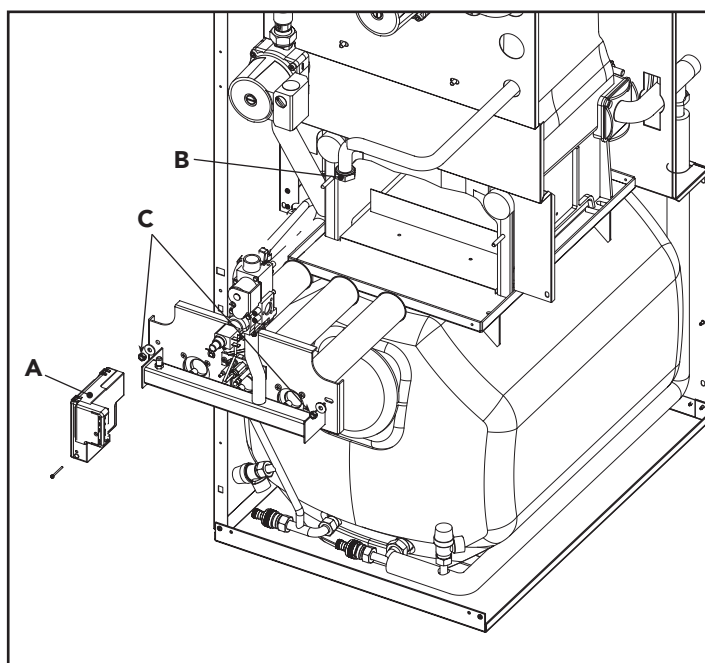

fig. 9
- Togliere la centralina elettronica di comando **A** della valvola gas (fig. 9).
- Svitare i due dadi **C** che fissano la porta della camera di combustione agli elementi in ghisa della caldaia (fig. 9).